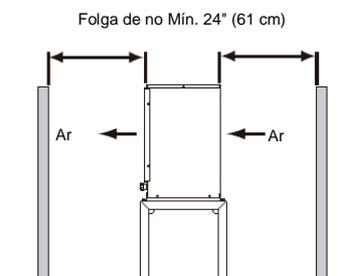

Fig. 8
- Uma área seca e ventilada com uma folga de 24" (61 cm) na parte frontal e traseira para circulação de ar adequada e facilidade de manutenção e/ou serviço, caso necessário. Consulte a Fig. 8.